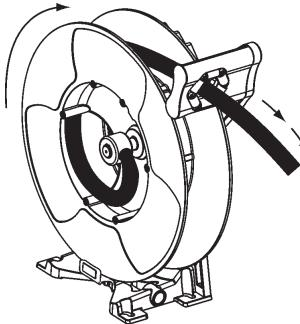

Fig. 11
**1.** Ziehen Sie den Schlauch 3 Meter heraus und lassen Sie ihn einrasten (Fig. 11).